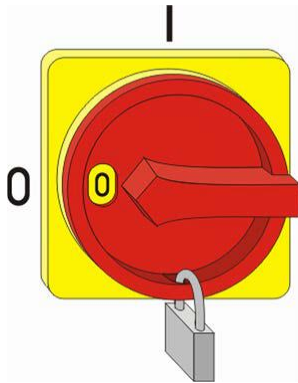

Рис. 23: Фиксация главного выключателя
2. ➤ Зафиксировать главный выключатель с помощью замка (Рис. 23).